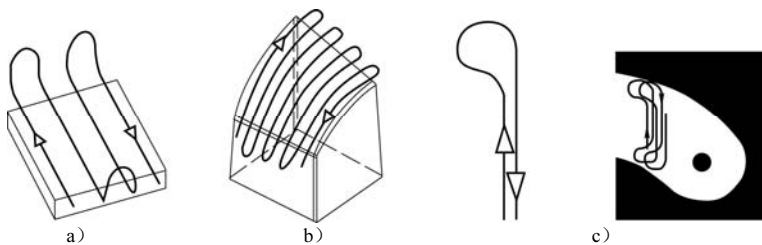

图 1-25 行切移刀方式
2) 采用内侧或外侧圆弧过渡移刀。在使用小直径刀具进行精加工时，由于刀路轨迹间距非常小，使用切圆弧移刀效果不理想，可采用内侧或外侧圆弧移刀，如图 1-25 所示。